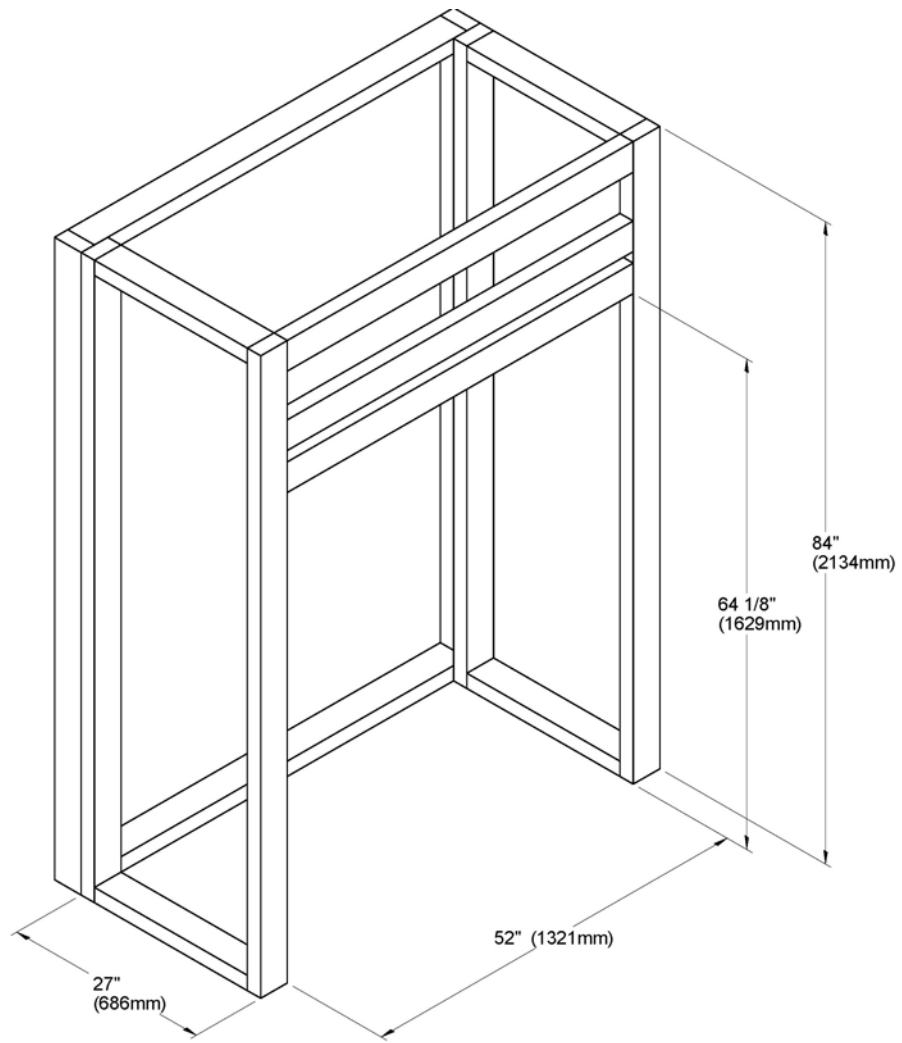

Figure 15
B. Construisez le châssis du foyer à l'aide de montants verticaux placés sur les côtés du foyer, allant du plancher au plafond (voir Figure 15). Reculez un peu les montants par rapport au rebord frontal du foyer d'un espace équivalent à l'épaisseur du matériau de finition, pour que celui-ci soit à ras de la finition du foyer (en tenant compte des limites de la Figure 15). Posez les entretoises entre les montants verticaux seulement de la façon suivante :